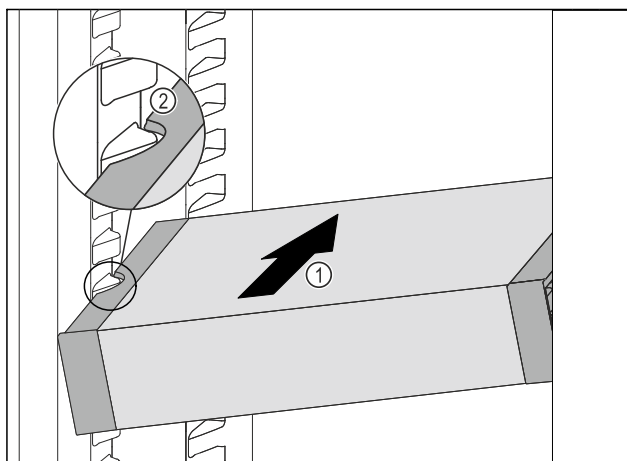

Fig. 96
- ▶ VarioSafe wsunąć ukośnie do chłodziarki Fig. 96 (1), aż boczne wycięcia Fig. 96 (2) VarioSafe będą się znajdować na wysokości żeber pojemnika w chłodziarce.